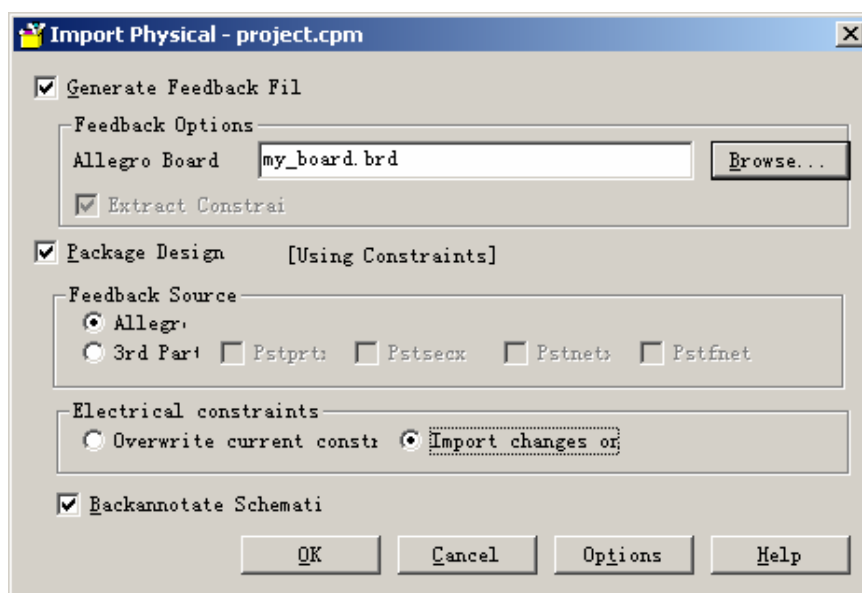

图 7-5 【Import Physical】对话框
7. 在【Electrical constraints】栏，选择【Import changes only】选项，请见图 7-5。选择此选项，设计同步会仅导入在 PCB Design 中电子约束变更的部分。